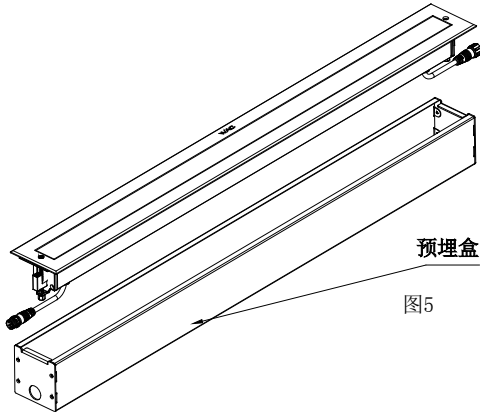
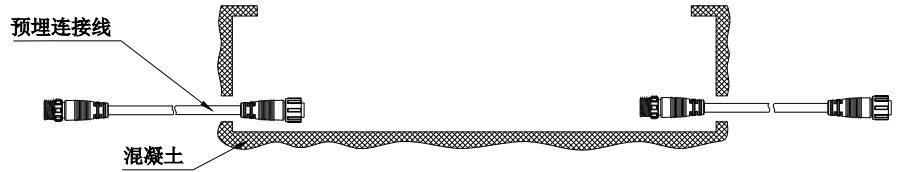

图5
图6
1. 先在地面上挖好槽，并将预埋连接线通过小孔穿过预埋盒，最后在预埋件周边浇上混凝土使其固定。将灯具电线接到预埋连接线对应接口（图5、图6）。